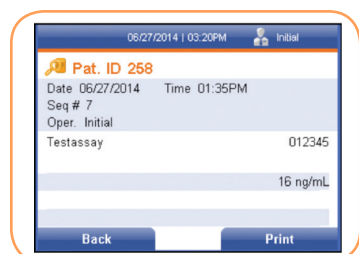

FIGURA 73
- Mediante la tecla [↓], seleccione la línea de resultados que desee. Use la tecla programable derecha del teclado para seleccionar Ver detalles. Se muestra la fecha y la hora a la que se obtuvo el resultado, junto con el número de secuencia, el operador, el número y lote de análisis y los resultados del paciente (Figura 73).